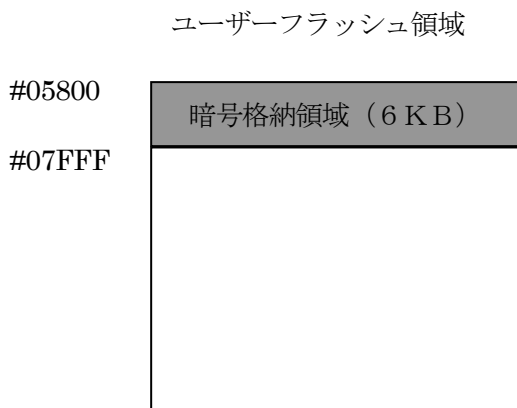

図1
①任意アドレス・任意バイト数タイプ
- 暗号をユーザーフラッシュの特定領域内に置くことができます (図1参照)。暗号は7バイト以上の連続したデータとし、暗号格納指定アドレス-1番地に暗号バイト数が格納されているものとします。